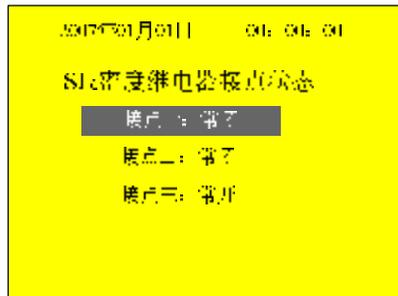

图 5
3、接点状态选择界面，按‘上’‘下’键换行，按‘左’‘右’键，改变‘常开’‘常闭’，按‘确认’键保存所有更改，如图 5。